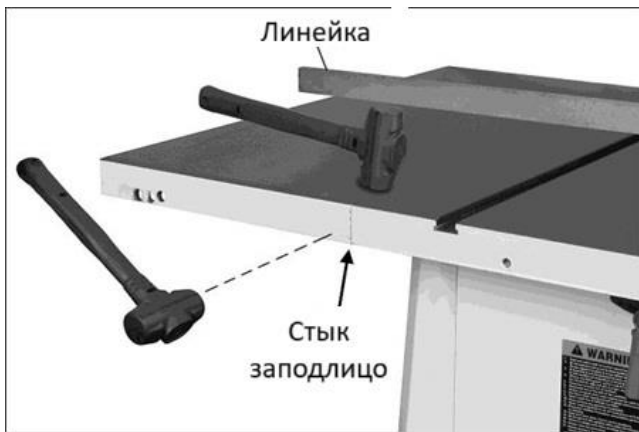

Рис. 6-5: выравнивание расширения стола, метод 1
Метод 1 (см. рис. 6-5):
3. Положите линейку на рабочий стол станка и расширение так, чтобы она заходила за край расширения, как показано на рис. 6-5.